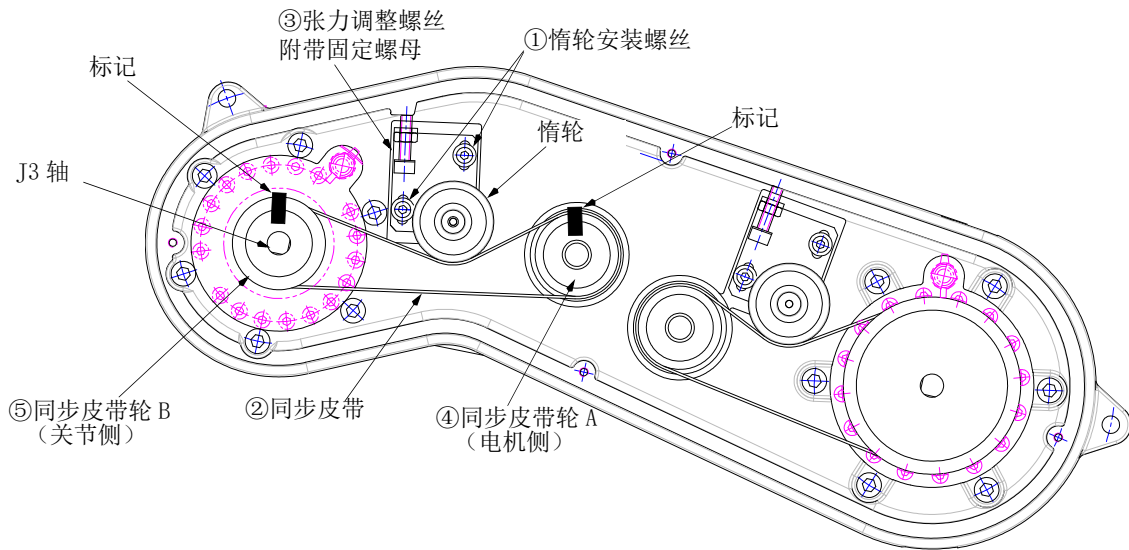

图 5-12：J3 轴同步皮带的点检、更换（RV-2FR 系列）
同步皮带点检 · 更换时的参考图如图 5-12 所示。
- 2) 在皮带更换过程中，应注意不要使皮带轮转动。请注意如果同步皮带轮 A ④及 B ⑤的位置关系出现偏差，可能导致位置偏离。
- 3) 为了防止同步皮带②与同步皮带轮④、⑤的齿的咬合发生偏离，应参照图 5-12 所示，在同步皮带②和同步皮带轮④、⑤上使用马克笔等标上标记。
- 4) 稍微拧松惰轮安装螺丝①（2 根）。（请勿过度拧松。）
- 5) 拧松用于固定张力调整螺丝③的螺母，拧松张力调整螺丝③，卸下旧的同步皮带。
- 7) 根据同步皮带轮④、⑤的标记，安装新的同步皮带。
- 8) 旋转张力调整螺丝③，调整同步皮带②的张力。